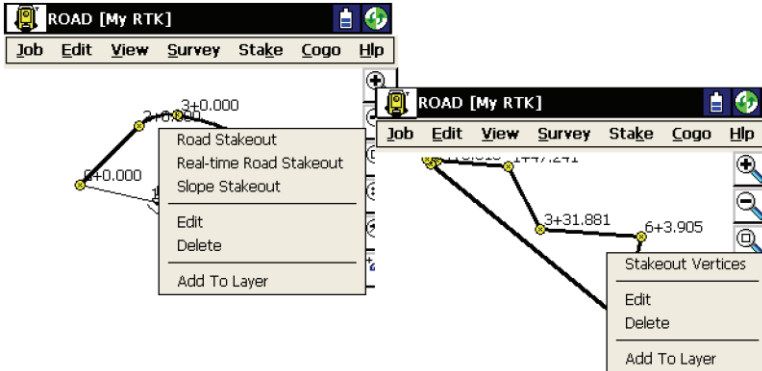

Figura 4-2. Mapa principal
- Acceder a la función de replanteo desde el mapa principal. Seleccione el objeto que desea replantear, pulse **Alt** en el teclado de la controladora y pulse el objeto, o mantenga el lápiz táctil sobre el objeto seleccionado durante unos instantes. Un menú emergente mostrará las opciones disponibles para el objeto seleccionado (Figura 4-2).